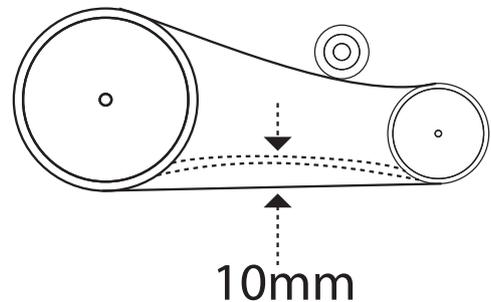

Bild 16
- Der Keilriemen darf sich im gespannten Zustand ca. 10 mm durchdrücken lassen. (Siehe Bild 16)